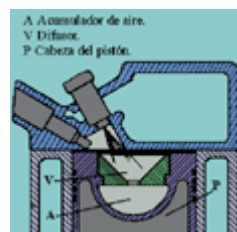

Fig. 7
El aire es comprimido en un acumulador (A) que puede estar en la culata (fig. 6), o en la cabeza del pistón (P) (fig. 7). Tanto en un caso como en otro, se comunica por un conducto estrecho, venturi o difusor (V). El gasoil es inyectado en este estrechamiento, donde empieza